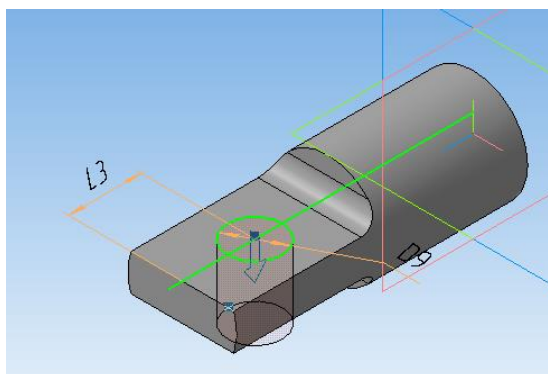

Рисунок 47.
17. Выполните **Вырезать выдавливанием**, задать прямое направление, выбрать способ построения **Через все** (рисунок 47).